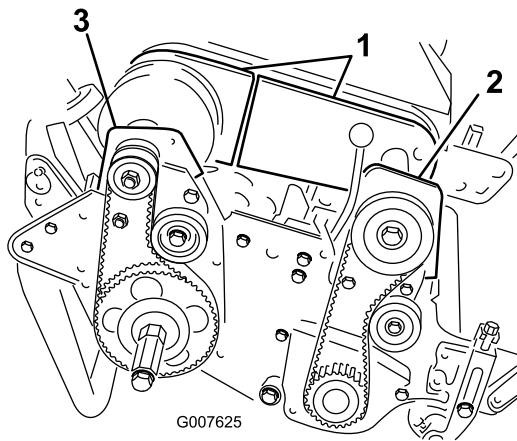

図 45
4. デファレンシャルカバー(前半分と後半分)のボルトを取り、カバーを外してベルトが見えるようにする(図 45)。
6. 前クラッチハウジングをサイドプレートに固定しているボルト 2 本を外す(図 45)。
8. 右後ベアリングハウジングをサイドプレートに固定しているボルト 2 本とロックナットを外す(図 45)。